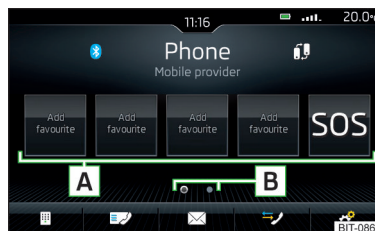

Fig. 142
- ▶ În meniul principal **Telefon** atingeți suprafața de comandă funcții liberă dorită **A** » fig. 142.
- ▶ Pentru **schimbarea grupei de memorare** atingeți suprafața de comandă funcții **B** » fig. 142.
- ▶ Pentru **selectare** atingeți suprafața de comandă funcții alocată **A** » fig. 142.
- ▶ În meniul principal **Telefon** atingeți lung suprafața de comandă funcții dorită alocată **A** » fig. 142.